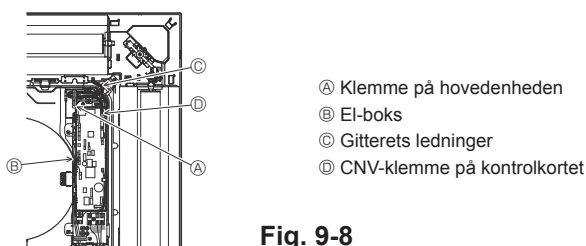

Fig. 9-8
9.4.4. Ledningsforbindelse (Fig. 9-8)